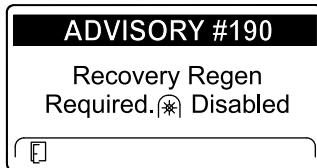

Bild 41
- Recovery regeneration required – power takeoff disabled ADVISORY #190 (Bild 41)